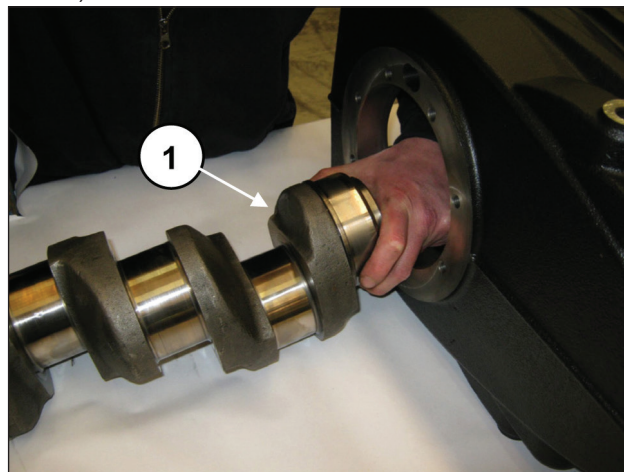
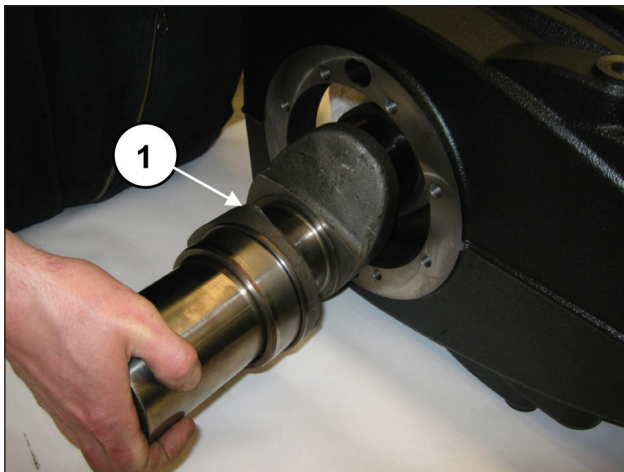

Рис. 49
Рис. 50
Вставьте вал со стороны ВОМ, стараясь не ударить ранее установленные стержни шатунов (поз. ①, Рис. 49) и (поз. ①, Рис. 50).